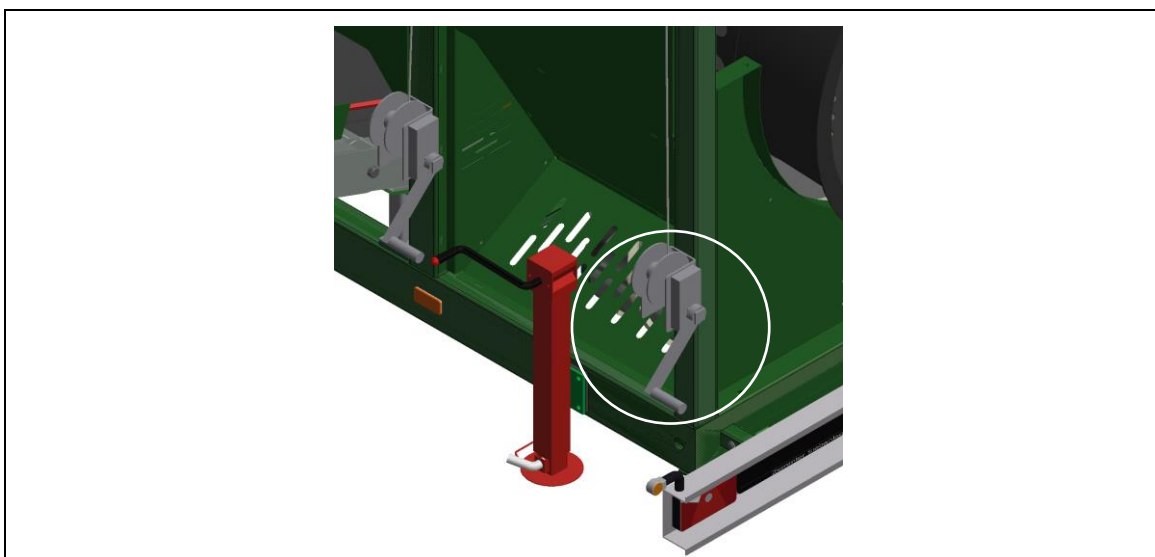

Fig. 8-2: Vinsj for 2. fraksjonsbelte
1. Sett håndsveiven på kabelvinsjen (Se Fig. 8-2).
1. Sett handsveiven på kabelvinsjen (Se Fig. 8-2).